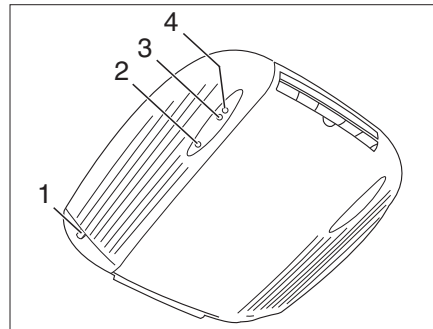
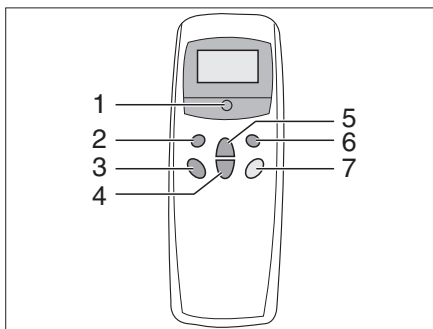

Fig. 116 Vista interior
Fig. 117 Mando a distancia
- Conectar el vehículo a la alimentación de 230 V. La instalación de aire acondicionado está lista para el funcionamiento. El LED rojo (Fig. 116,2) luce.
- Conectar el mando a distancia con el interruptor (Fig. 117,5).
- Ajustar con la tecla (Fig. 117,1) el modo de funcionamiento deseado. La luz de control verde (Fig. 116,3) indica el funcionamiento de la refrigeración, la luz de control rojo (Fig. 116,4) el funcionamiento de la calefacción.
- Caso necesario ajustar con las teclas (Fig. 117,3 y 4) la potencia del ventilador y la temperatura ambiente deseadas.
- Para la desconexión pulsar de nuevo la tecla (Fig. 117,5) en el mando a distancia.